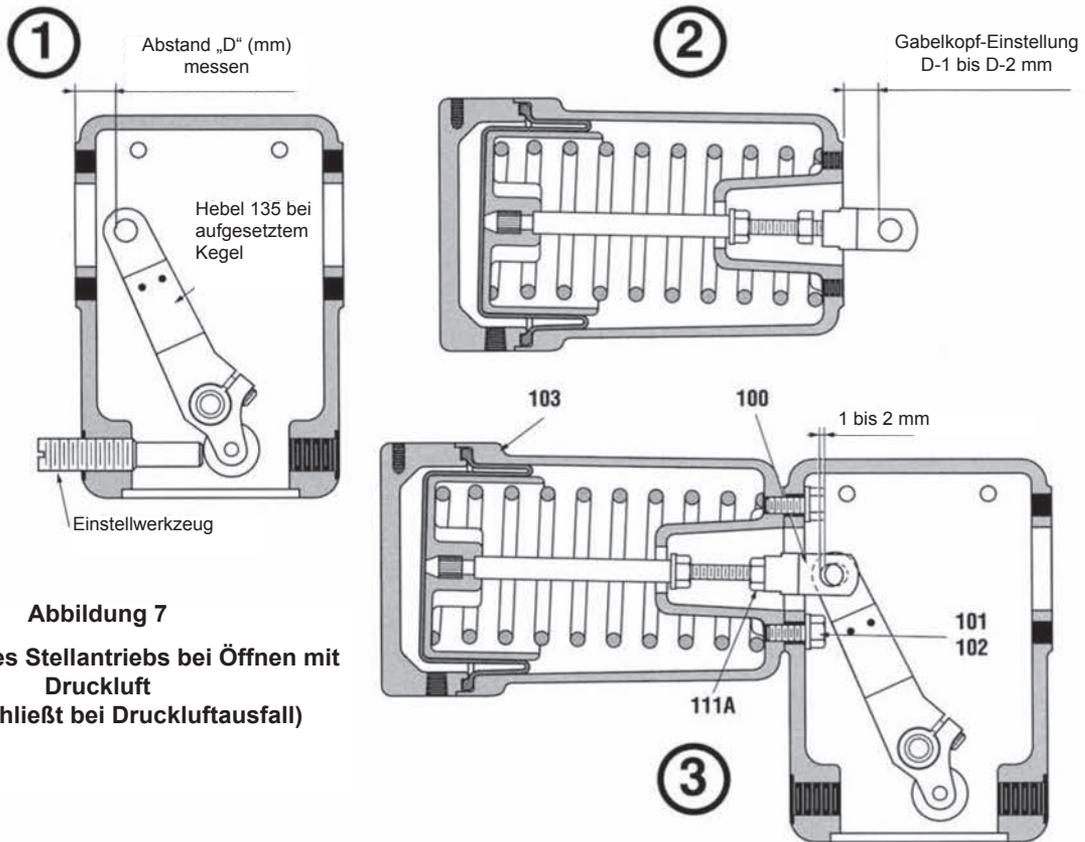

Abbildung 7
A. Ventil bei Druckluftausfall geschlossen (Öffnen mit Druckluft) (Abbildung 7)
- Legen Sie die Hebelstellung fest, bei der das Ventil die erforderliche Dichtheit erreicht, und messen Sie den Abstand „D“ zwischen der Kontaktfläche Federgehäuse – Antriebsjoch bis zum Rand der Bohrung des Gabelkopfbolzens im Hebel (135).
- Der Gabelkopf (100) kann nun so eingestellt werden, dass der Abstand zwischen dem Rand der Bohrung des Gabelkopfbolzens bis zur Kontaktfläche des Jochs 1 bis 2 mm kleiner als der zuvor gemessene Abstand „D“ ist.
- Entfernen Sie das Handrad oder das Einstellwerkzeug und befestigen Sie das Federgehäuse mit den Schrauben (101) und Unterlegscheiben (102).